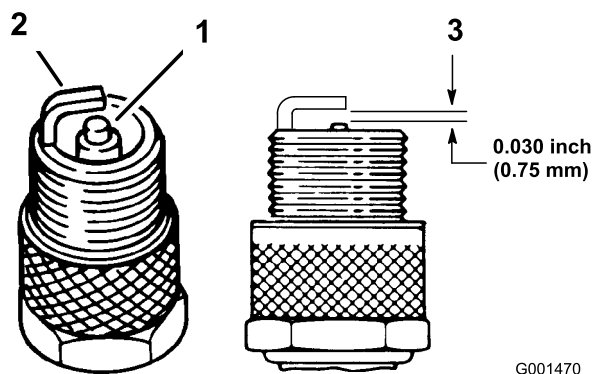

Figura 50
2. Controllate la distanza tra gli elettrodi centrale e laterale (Figura 50). Piegare l'elettrodo laterale (Figura 50) se la distanza non è corretta.
1. Controllate il centro delle candele (Figura 50). Se l'isolatore è di color marrone chiaro o grigio, il motore funziona correttamente. Una patina nera
3. Collegate i cappellotti alle candele (Figura 50).